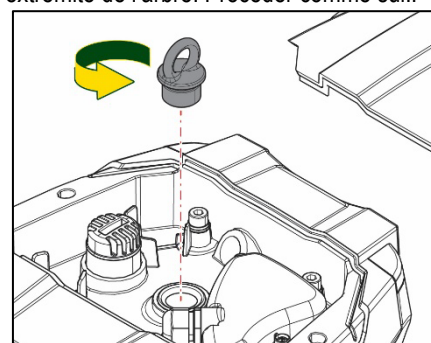

Figure 22
2. Retirez le boulon à œil de levage à l'intérieur du compartiment supérieur en le dévissant (Fig. 22). Pendant l'opération, veillez à ne pas laisser pénétrer des impuretés (liquides ou solides) dans le moteur.